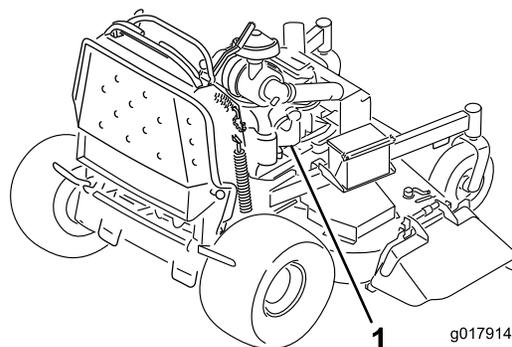

Figure 54
7. **Faites la dernière connexion sur le bloc moteur du véhicule en panne (pas à la borne négative de la batterie) loin de la batterie et reculez-vous (Figure 54).**